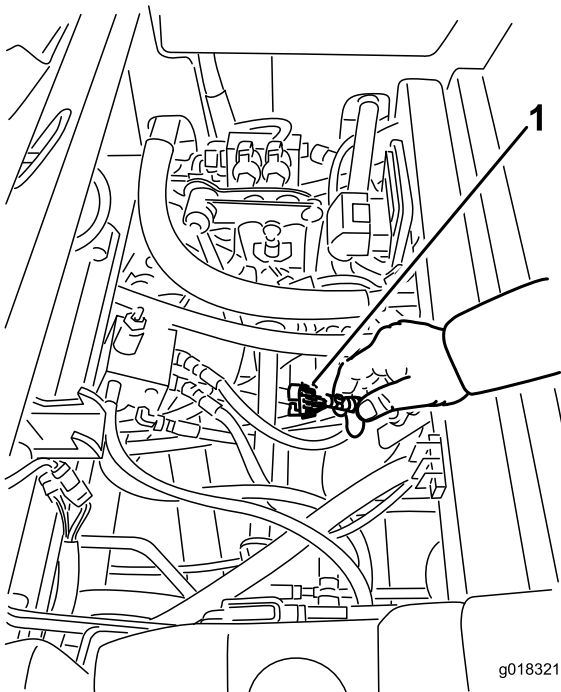

Bild 22
3. Machen Sie den Kabelbaum und die Stecker in der Nähe des Steuergeräts ausfindig (Bild 22).